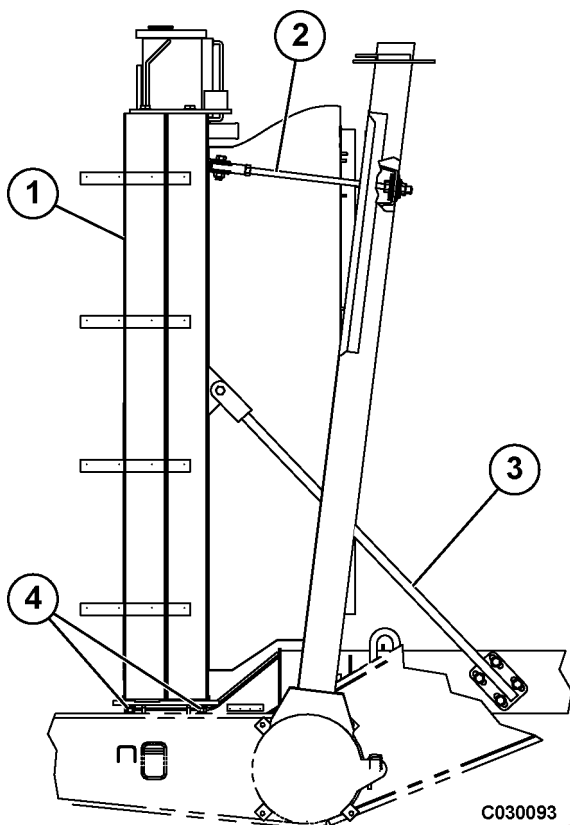

FIGURA 3-5. MONTAJE DEL RADIADOR
10. Desmonte los vástagos de soporte superiores (2, Figura 3-5) y las barras estabilizadoras, si están equipadas.
2. Instale los elementos de montaje del radiador (4, Figura 3-5) en los soportes inferiores del radiador. No apriete los elementos durante este paso.
3. Inspeccione los bujes de goma de los vástagos de soporte superiores (2) y reemplácelos si están desgastados o dañados.
4. Instale los vástagos de soporte superiores (2) y los elementos de montaje en ambos extremos. No apriete los elementos durante este paso.